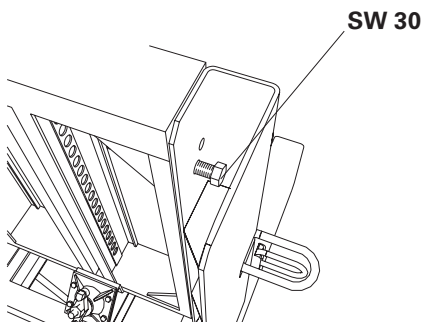

Fig. 5
4. Stringere i due dadi ruotando in senso orario e serrare con chiave dinamometrica, 50 Nm. (Fig. 5)